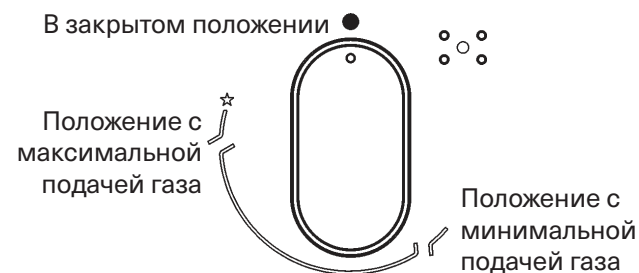

РИС. 1
Нажмите и поверните против часовой стрелки ручку конфорки до положения большого пламени (рис. 1), затем нажмите кнопку.
Для розжига конфорок, оснащенных системой «газ-контроль», следует повернуть против часовой стрелки ручку конфорки до положения большого пламени (рис. 1) (до упора). Затем нажмите ручку и произведите розжиг, как описано выше.
- После закипания переведите ручку в положение малого пламени (рис. 1).
- Розжиг конфорок с предохранительной терморпарой (системой «газ-контроль») можно произвести только если ручка установлена в положение Максимум (большое пламя рис. 1).